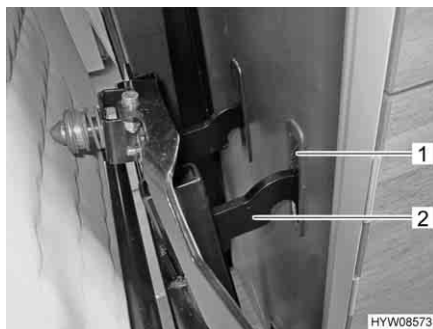

Fig. 10 Rimozione del telaio del sedile
- Sollevare appena il telaio del sedile (Fig. 10,2) e sfilarlo dai supporti tirandolo in avanti (Fig. 10,1).